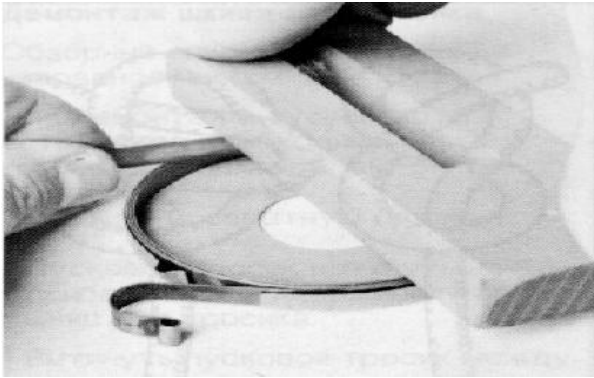

Рисунок 4.7 - Вложение возвратной пружины
4.2.8.3 Вставить корпус пружины (дном вверх) в крышку вентилятора, см. рисунок 4.7. При этом наружный зацеп пружины уложить в паз.